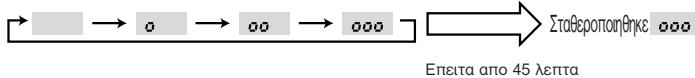

Fig. 8-3
③ Πατηστε το κουμπι **FILTER** (\leftrightarrow) για να επιβεβαιωσετε τη ρυθμιση. (Fig. 8-3)